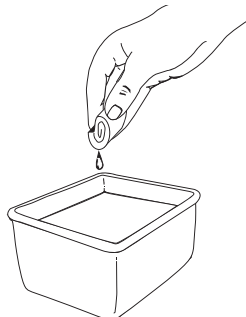

Fig. 24
3. Lave el filtro con agua y detergente (Fig. 24). Enjuague bien el filtro y déjelo secar.